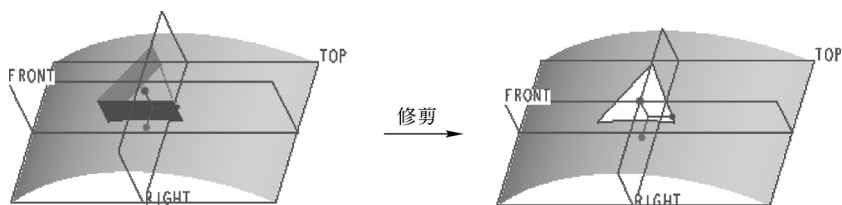

图 5-39 修剪操作示例
- 修剪操作示例如图 5-39 所示。该操作示例的步骤如下。